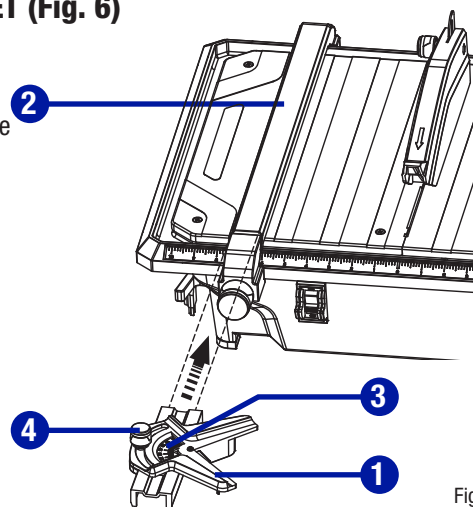

Fig. 6
**INSTALLATION DU GUIDE DE COUPE D'ONGLET (Fig. 6)**
- Faites glisser le guide de coupe d'onglet (1) sur le guide de coupe parallèle (2) à partir de l'avant.
- Réglez le guide à l'angle désiré en utilisant l'échelle d'angle (3) et verrouillez-le en place en serrant la molette de blocage (4).